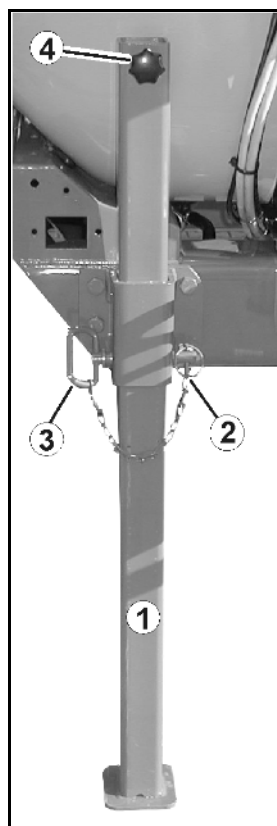

图 44
1. 操作拖拉机控制器蓝色，直至牵引杆处于零位（图 44）。